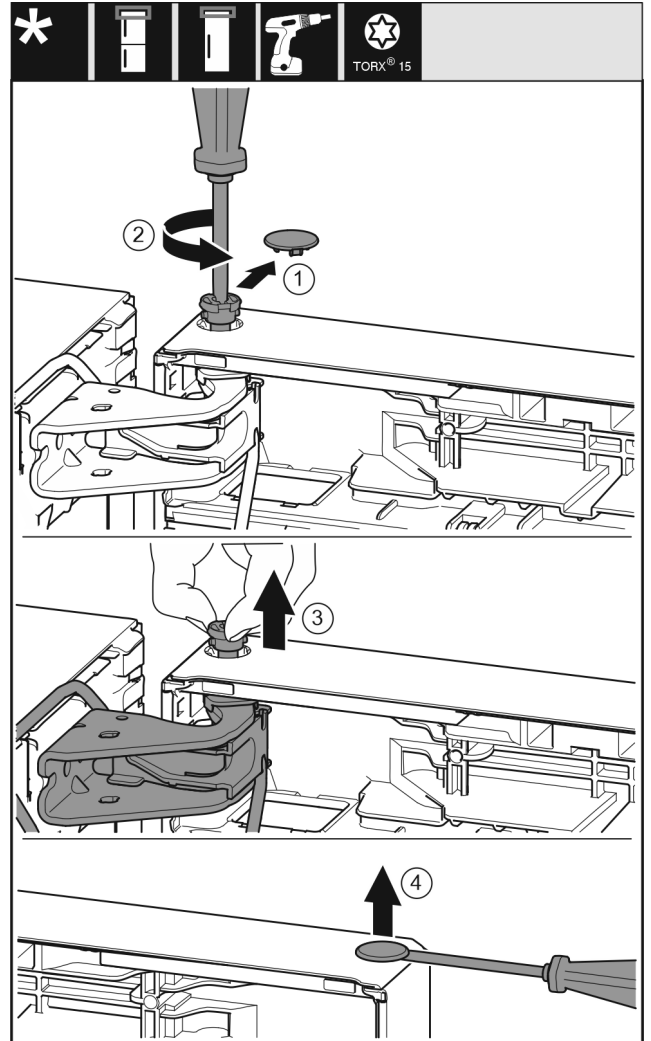

Fig. 22
- ▶ Atsargiai nutraukite apsauginę dengiamąją plokštelę. Fig. 22 (1)
- ▶ Šiek tiek išsukite varžtus atsuktuvu T15. Fig. 22 (2)
- ▶ Tvirtai laikykite duris ir ištraukite varžtą pirštais. Fig. 22 (3)
- ▶ Kaištį atsargiai pakelkite išdrožiniu atsuktuvu iš durų guolio įvorės ir jį ištraukite. Fig. 22 (4)